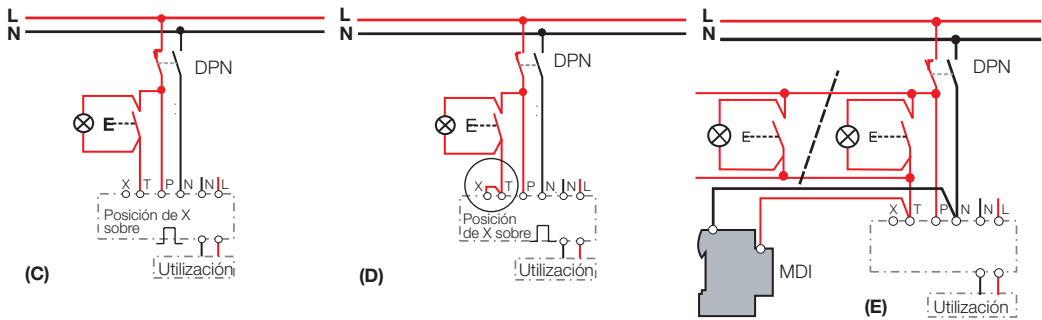

Fig. J5-040: esquemas de conexionado de los MDI alimentados por medio de pulsadores luminosos (C), (D) o (E).
- Según el esquema fig. J5-040 (E): señales a través de pulsadores luminosos.